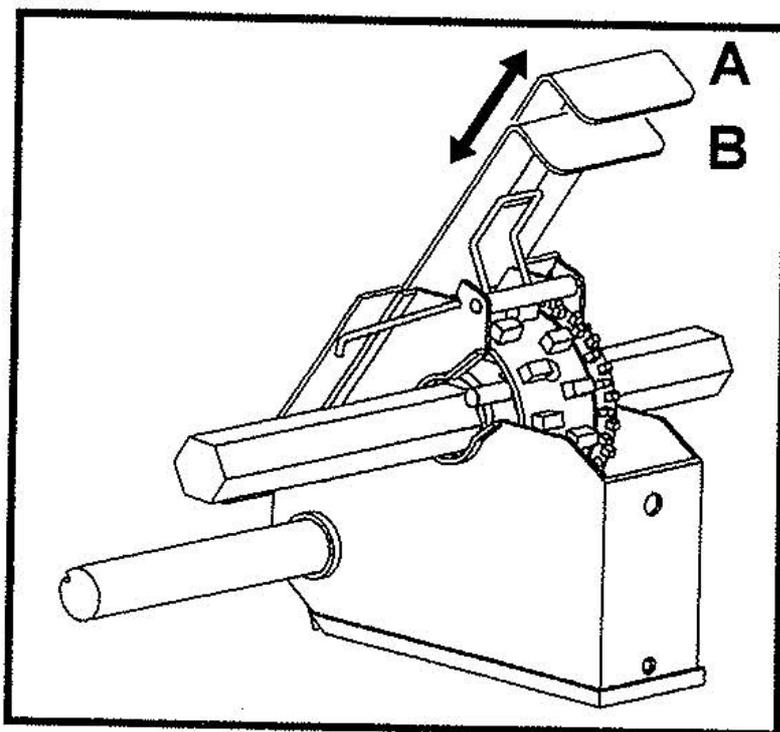

fig. 3
- 6) Colocar la **TAJADERA DE CIERRE** de todos los distribuidores (fig. 3) en la posición recomendada según el tipo de semilla que se vaya a sembrar, de acuerdo con la tabla de la página 19.